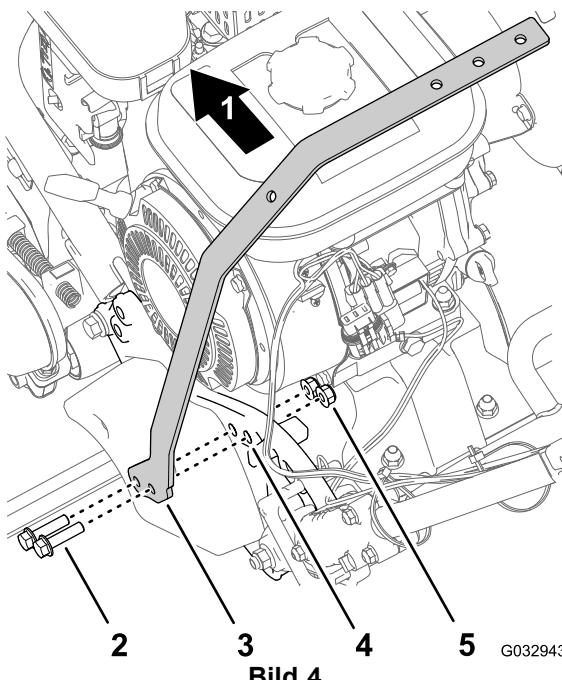

Bild 4
1. Flüchten Sie die zwei im linken Lampenleistenriemen mit den zwei Löchern (9,5 mm) in der linken Seitenplatte aus (Bild 4).
- Befestigen Sie den linken Lampenleistenriemen mit den zwei Bundkopfschrauben (3/8" x -1-1/4") und zwei Sicherungsbundmuttern (3/8") an der linken Seitenplatte (Bild 4).